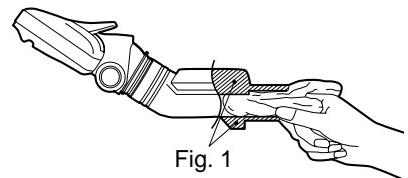

Fig. 1
- En caso de suciedad acumulada en el sensor, limpiarlo con suavidad con un paño (Fig. 1).
- If the sensor is very dusty, clean it using a soft dry duster (Fig. 1).
- Em caso de sujidade acumulada no sensor, limpe com um pano macio (Fig. 1).